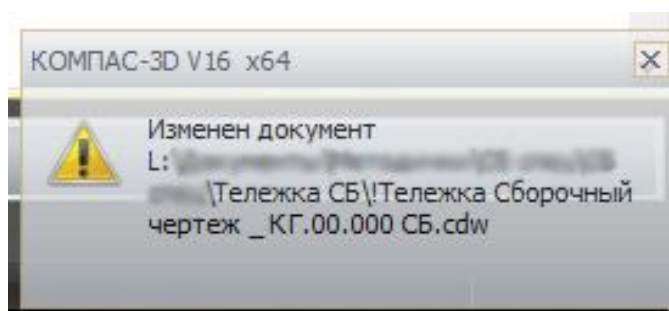

Рис. 5.9. Синхронизация спецификации и чертежа
- При сохранении спецификации автоматически выполняется ее синхронизация с подключенными документами. На экране появляется информационное окно, в котором указано, какой документ изменен (рис. 5.9).